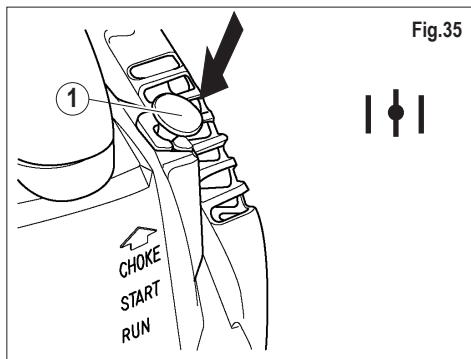

Fig.35
8) Appuyer à fond sur le bouton du starter (fig. 35) de sorte que « L'AVANCE DE L'ACCÉLÉRATEUR - START » demeure enclenchée.